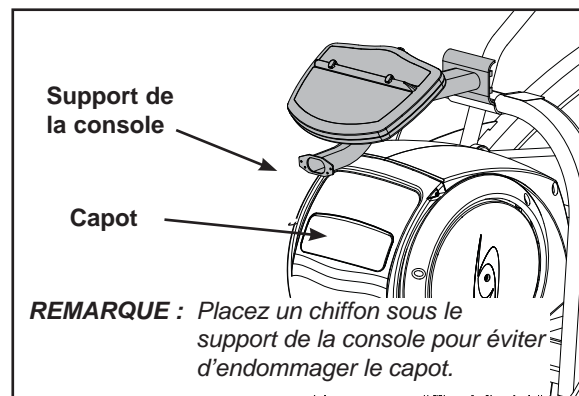

Figure 19
- A. Placez le support de console sur l'Arc Trainer, tel qu'illustré à la figure 19. **REMARQUE :** L'accès pour acheminer le câble sera ainsi facilité.